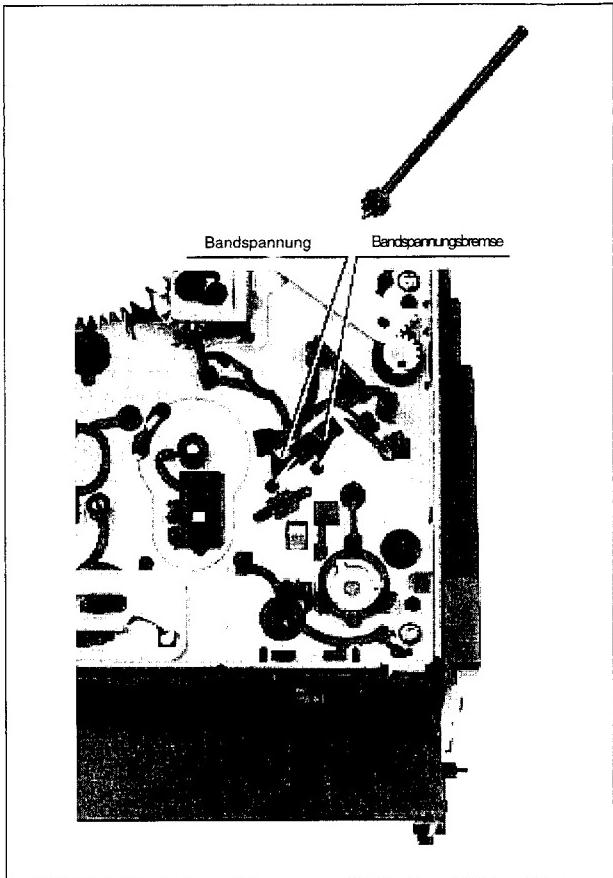

Abb. M10
(Siehe Abb. M10/M11)
- Mit dem Einstellwerkzeug (von der Unterseite des Laufwerks) die Feder (Pos.11) auf einen Bandzug von $0.24N \pm 0.02N$ ($24g \pm 2g$) einstellen. (siehe Abb. M10/11).